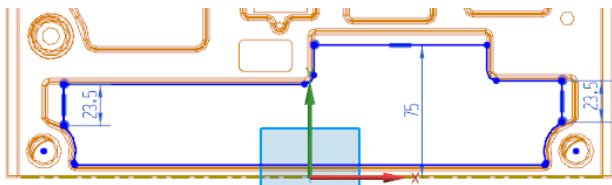

图 8-80 绘制草图
(3) 绘制如图 8-80 所示的裁剪轮廓。单击“完成” 图标，草图绘制完毕。